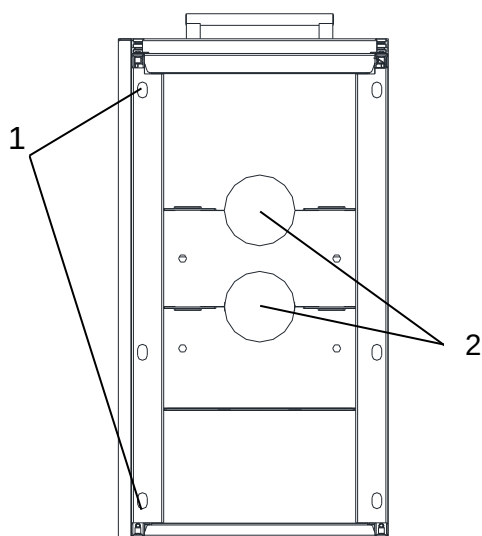

Рис. 7 Места крепления шкафа к полу
2.5.2 При установке и монтаже шкафов КРУ руководствоваться сборочными или монтажными чертежами на РУ-6(10) кВ из комплекта документации. Шкафы КРУ прикрепить анкерными болтами М10х85 к бетонному полу через отверстия диаметром 15 мм (рис. 7).